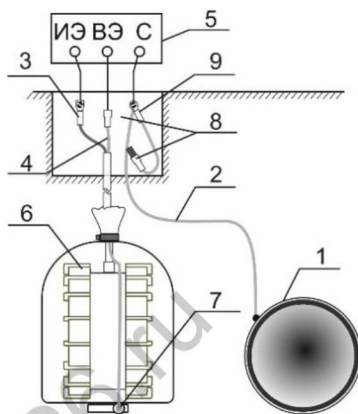

Рис. 6
8.2 Измерения поляризационного потенциала выполняют с помощью приборов, содержащих прерыватель тока поляризации вспомогательного электрода, например, ОРИОН ИП-01. Схема присоединения прибора к выводам контрольно-измерительного пункта приведена на рис.6.